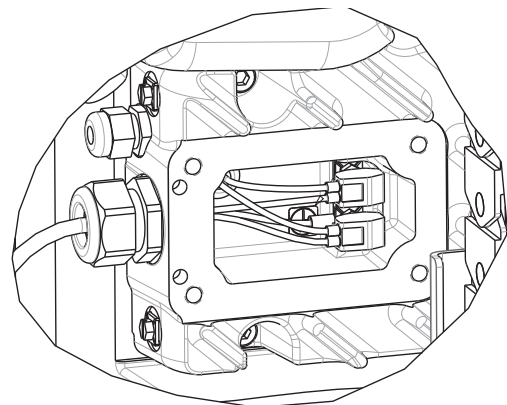

Рис. 38: Провода внутри корпуса привода
- a. В случае использования одиночных систем подачи на раме установите выключатель (AZ) в положение Выкл (OFF).
- b. В случае использования тандемной системы подачи на раме установите в положение Выкл (OFF) красный выключатель на устройстве подачи на раме (AZ), из которого будет извлечен привод.
4. Отключение питания от привода (AB):
- a. Снимите крышку корпуса привода (HC).
- b. Отключите провода внутри корпуса привода. См. Рис. 38.